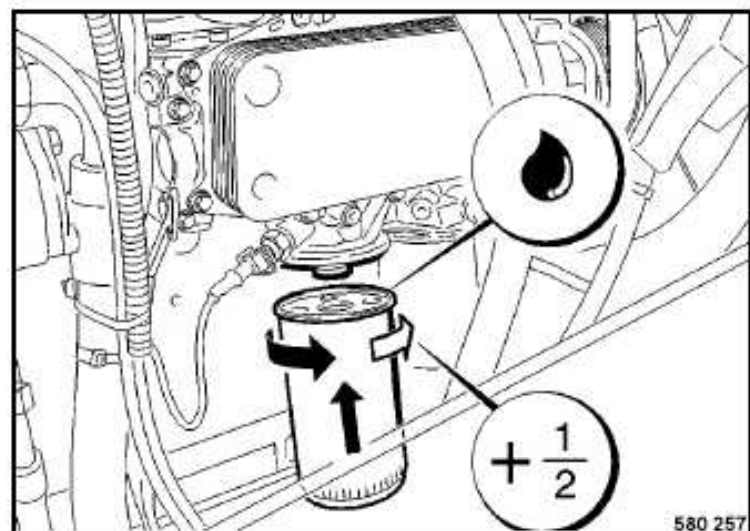

Fig. 108
- Enroscar los nuevos cartuchos filtrantes (Fig. 108) con la mano hasta la junta tiene contacto.